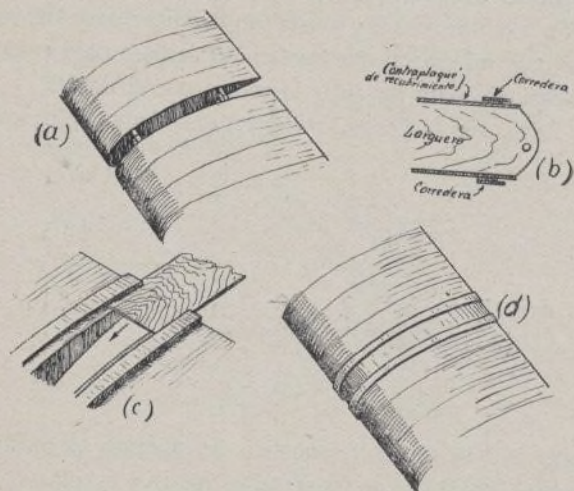

Fig. 214
72. PARTES ACCESORIAS.—*Modo de tapar el espacio abierto en el empalme de dos trozos de ala.*—En el empalme de dos trozos de ala (fig. 214 a) queda un espacio abierto, perjudicial, puesto que hace perder sustentación. Para taparle, se